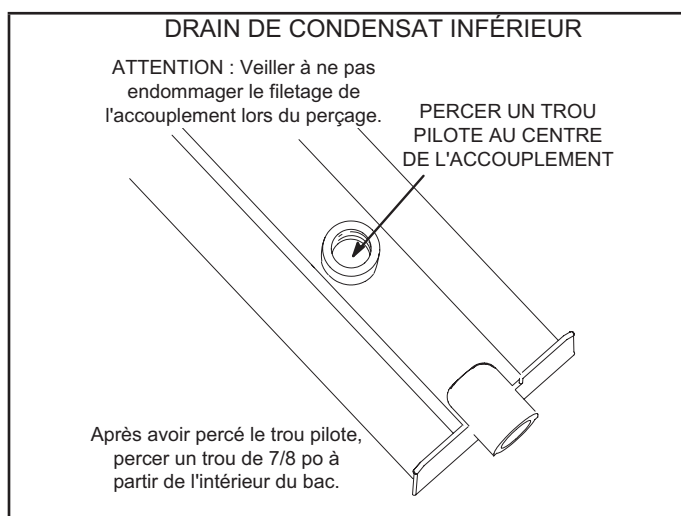

FIGURE 10
- 3 - Retourner le bac de drainage et percer un avant-trou à travers le fond du bac de drainage au centre du raccord. Voir FIGURE 10.